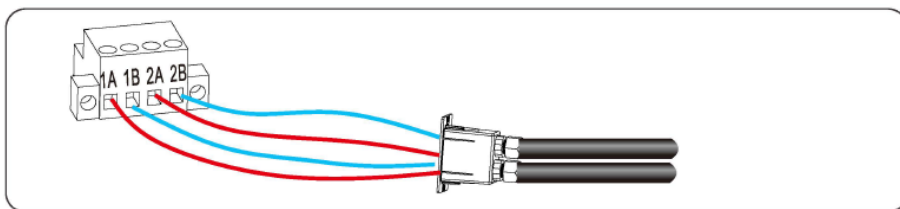

Figura 5.20 Conexión del bloque de terminales RS485
Paso 4 Conecte la señal diferencial positiva y negativa del registrador de datos RS485 a los terminales 1A y 1B del inversor, y conecte los terminales 2A y 2B del inversor a los terminales 1A y 1B de otro inversor. Figura 5.20.